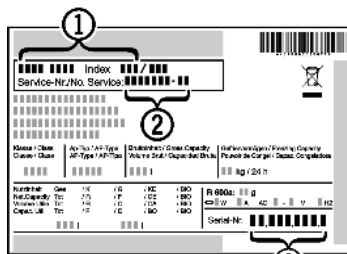

Fig. 79
- ▶ Считать обозначение устройства Fig. 79 (1), сервисный номер Fig. 79 (2) и серийный номер Fig. 79 (3) с заводской таблички. Заводская табличка находится внутри устройства слева.